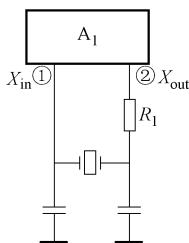

图 16-15 外接振荡元件引脚电路之二
2) 电路之二。如图 16-15 所示是外接振荡元件引脚电路之二。这是另一种形式的电路,这一电路中多了一只电路  $R_1$ 。电路中,①脚是振荡信号输入端,②脚是振荡信号输出端。如果时钟信号采用外接方式时,将②脚外电路断开,外部的时钟信号从①脚输入到集成电路  $A_1$  的内电路中。